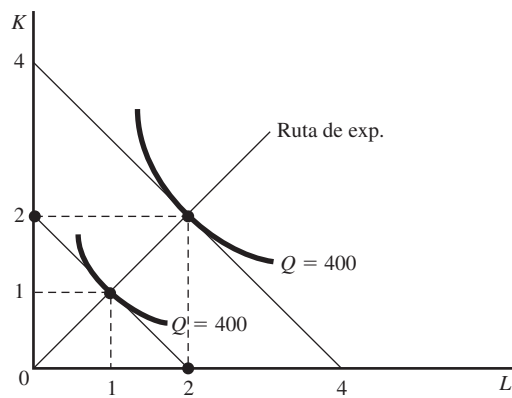

Figura E-8
- c) En la figura E-8, al duplicar los insumos de L y K se cuadruplica la producción; $e_{sustLK} = 1$ para una función Cobb-Douglas.